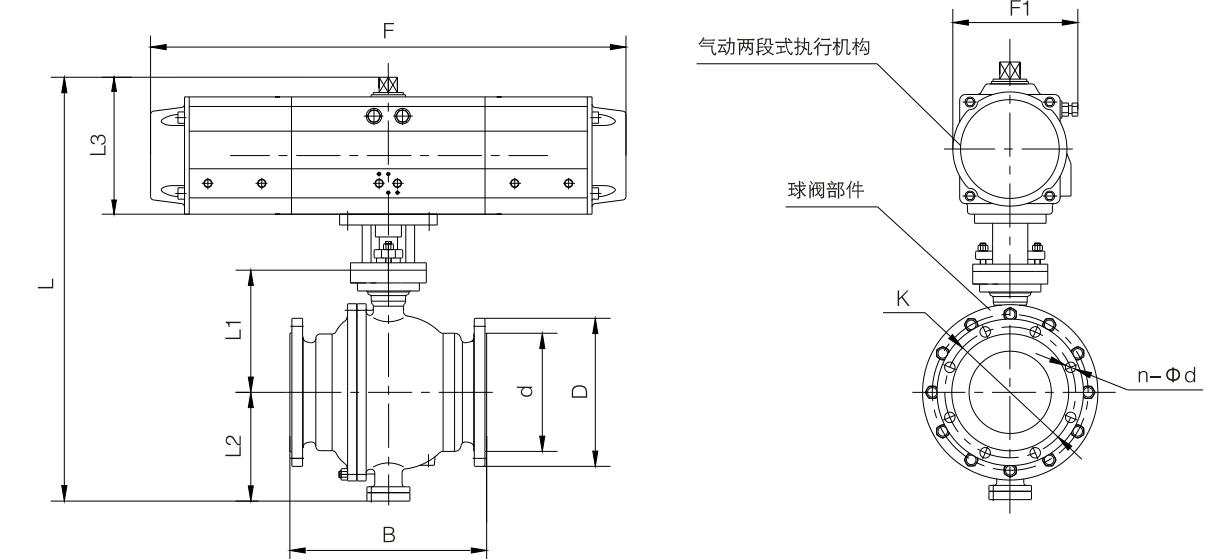

图9 气动两段式执行机构控制球阀外型尺寸图
5.1 气动两段式执行机构控制球阀外型及连接尺寸（见图9及表4~5）